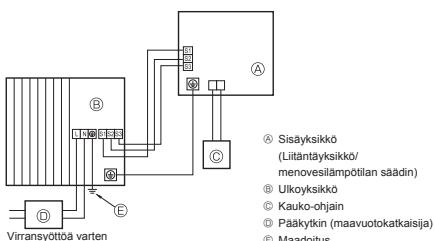
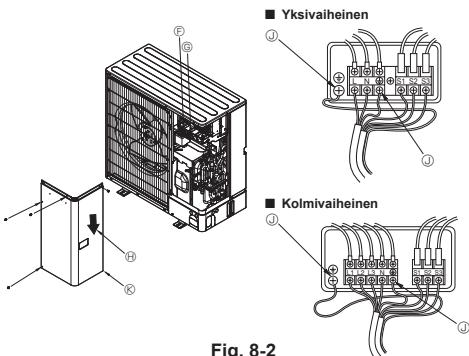

Fig. 8-1
Fig. 8-2
### 8.1. Ulkoyksikkö (Fig. 8-1, Fig. 8-2)
① Irrota huoltopaneeli.
② Johdota kaapelit Fig. 8-1 ja Fig. 8-2 mukaisesti.